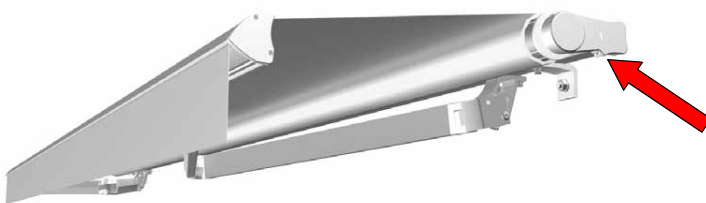

Bild 3
- Glöm ej kontrollera gavelskruvarna, se bild 3.